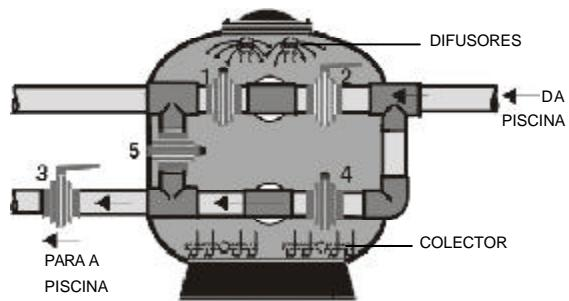

FIG.6
7. CICLO NORMAL DE FUNCIONAMENTO (FIG. 6)